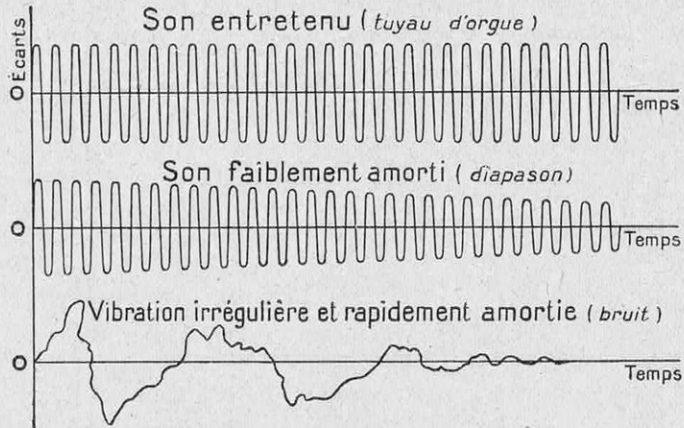

FIG. 8. — SONS ENTRETENUS ET SONS AMORTIS
1^o La figure 8 fait comprendre en quoi consiste l'amortissement des sons : on dit qu'un son est entretenu, lorsque la vibration persiste longtemps identique à elle-même : c'est le cas d'un tuyau d'orgue (fig. 8, haut) ou d'un diapason entretenu électriquement (1). Le diapason ordinaire s'amortit lentement (fig. 8, milieu) ; mais on connaît des vibrations dont l'amortissement est considérable (fig. 8, bas), ce sont les bruits, comme un coup de soulier contre le bas d'une porte ; on sait que les bruits étaient assez exceptionnels dans les orchestres jusqu'en ces dernières années (grosse caisse, castagnettes,...), mais la mode du « jazz » les a multipliés dans de grandes proportions.